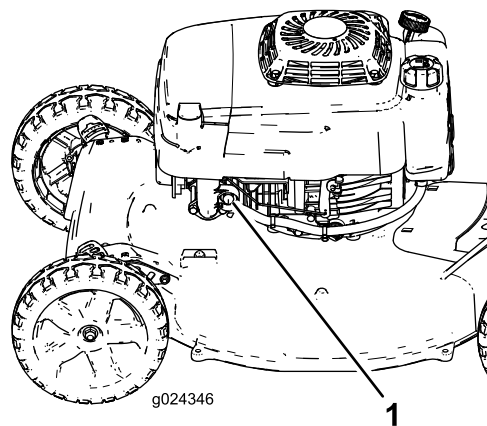

Figure 12
2. Appuyez fermement sur l'amorceur (Figure 12), en maintenant la poire enfoncée pendant 1 seconde.